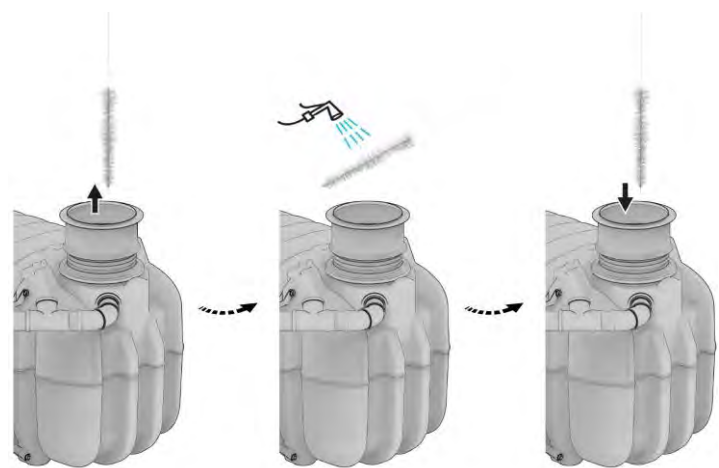

Fig. 55: Nettoyage du préfiltre
4. Tenir la brosse filtrante au-dessus du regard ouvert de la cuve de prétraitement et la nettoyer avec un jet d'eau (voir Fig. 55)